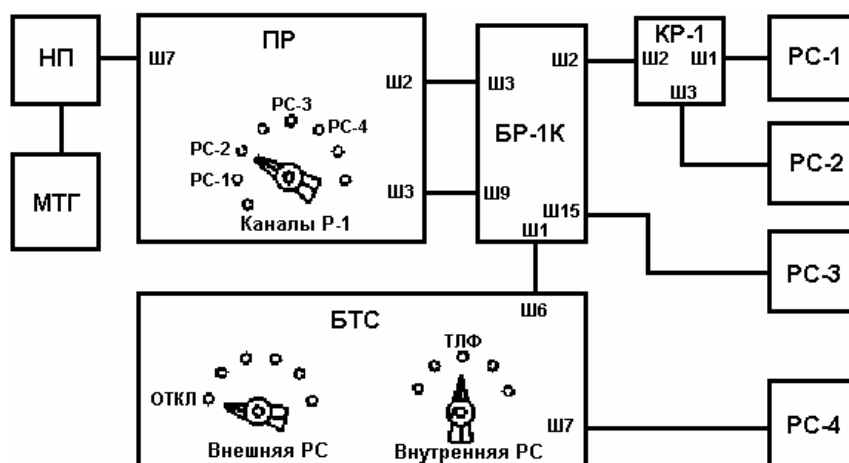

РИС. 21 СХЕМА СОЕДИНЕНИЙ БЛОКОВ КШМ ПРИ ВЕДЕНИИ РАДИОСВЯЗИ В РЕЖИМЕ А С РАБОЧЕГО МЕСТА Р1 ПУЛЬТА РАДИСТА С ИСПОЛЬЗОВАНИЕ РС-2
- установить переключатель КАНАЛЫ в положение, соответствующее номеру выбранной радиостанции (рис. 21 – 25);